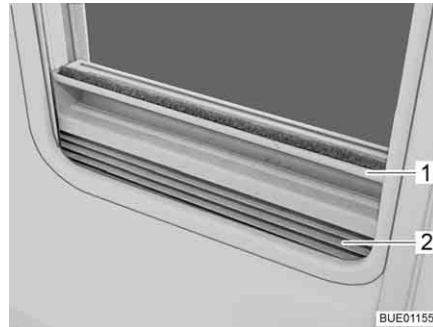

Fig. 60 Estor plegable
- Sujetar el estor plegable (Fig. 60,2) por el centro del agarradero (Fig. 60,1), tirar de abajo a arriba y soltarla a la altura deseada. El estor plegable se queda fijo a esta altura.